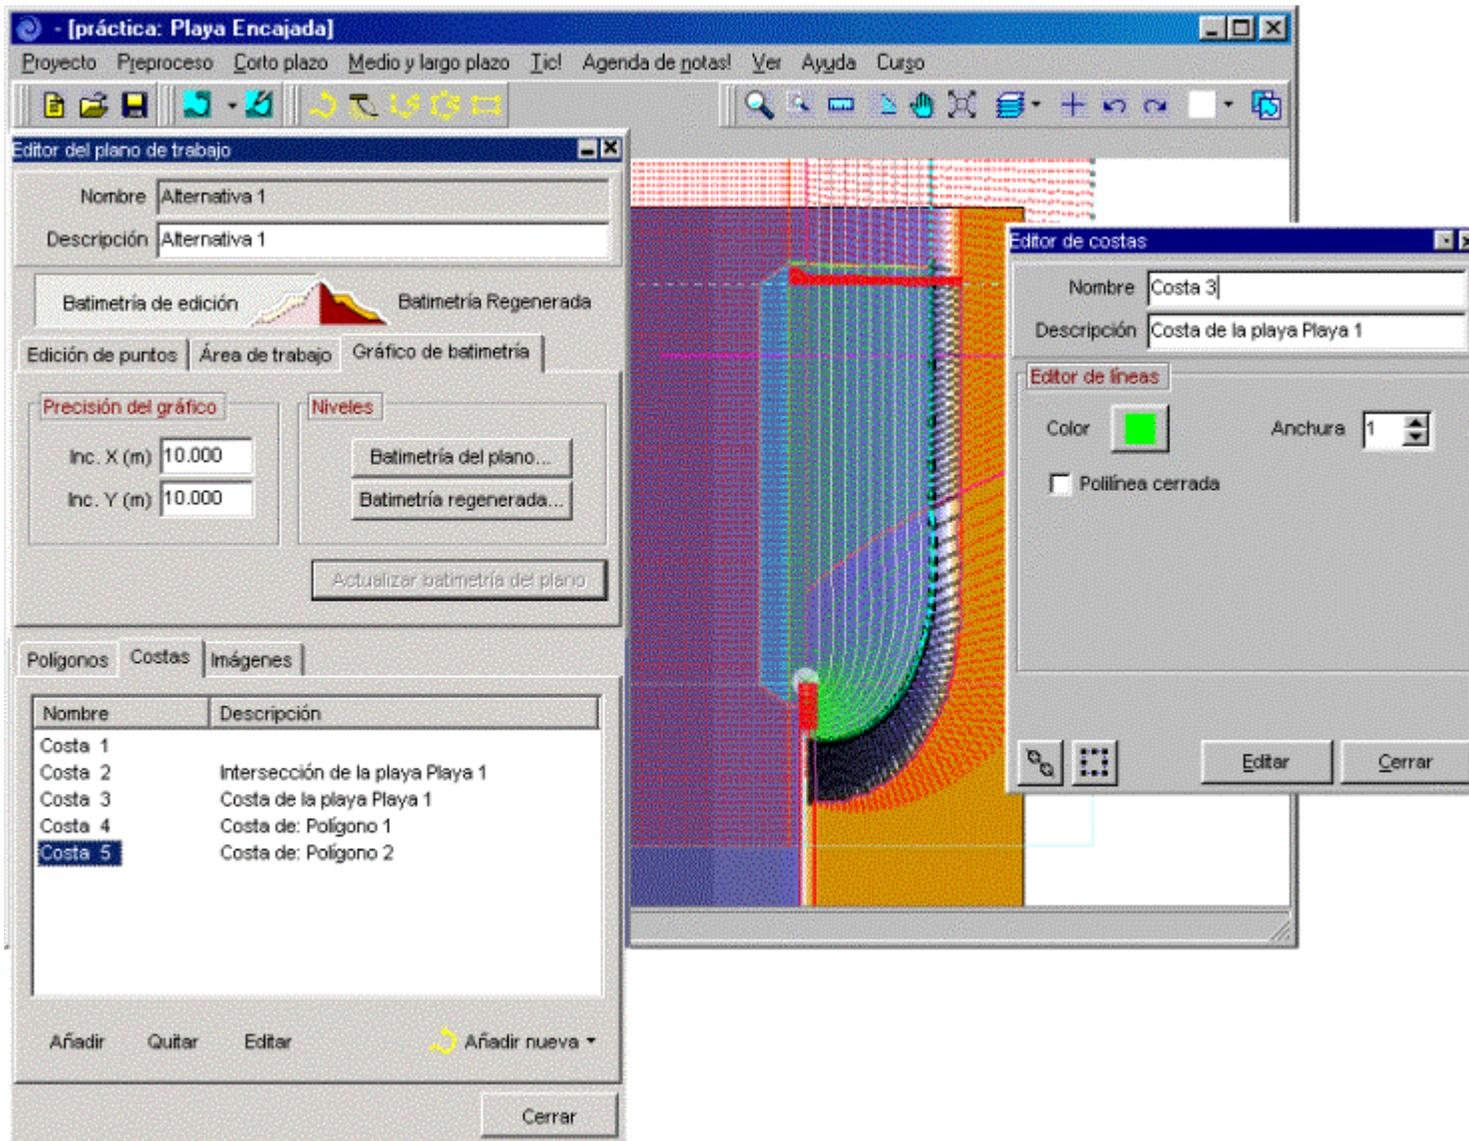

Figura 7.14
- Primero activar el botón del “Zoom”, luego situarse sobre el dique actual donde comienza la nueva línea de costa (línea verde) y ampliar la imagen tal como se muestra en la figura 7.14.
- En la figura 7.14 se presenta una imagen de la playa en equilibrio, los diques y las costas donde aparece en modo de edición la línea de costa 3.